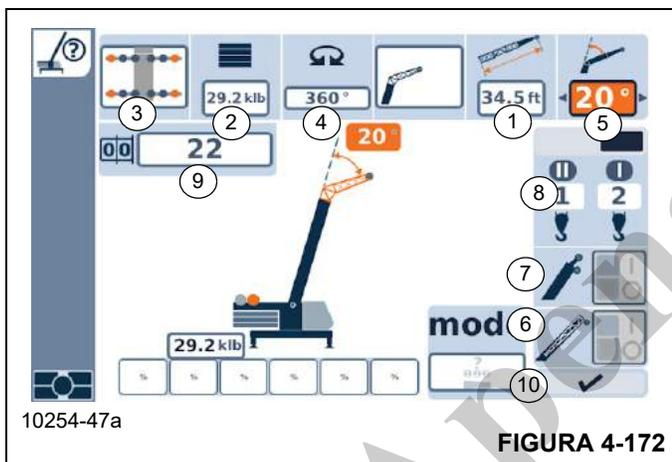

FIGURA 4-172
**NOTA:** Ao realizar uma elevação sobre a extremidade da lança auxiliar, selecione “extremidade da lança auxiliar instalada” no RCL (7, Figura 4-172). O raio previsto no RCL incluirá o comprimento adicionado da extremidade da lança auxiliar.
- Insira os componentes individuais (1, Figura 4-172) a (8) um após o outro.
- Ou digite o código do RCL (9) e a amarração (8).